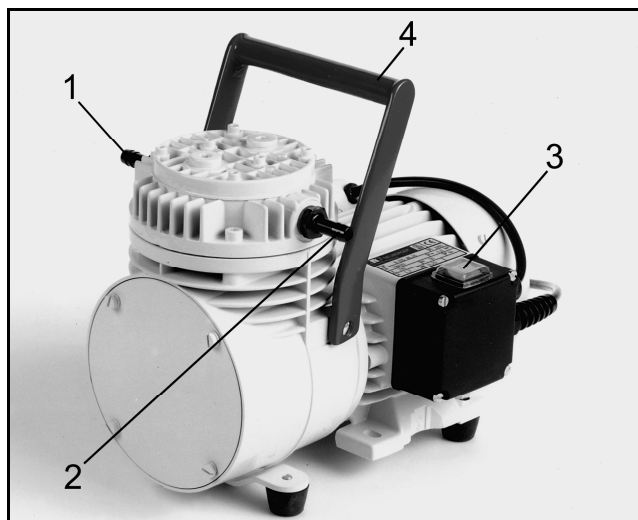

Fig. 2: pompa a membrana N 035 AN.18
- Accendere la pompa con l'interruttore di rete (v. fig. 2, 3 o 4, pos. 3).
- Spegnerla la pompa utilizzando l'interruttore di rete (v. fig. 2, 3 o 4, pos. 3).